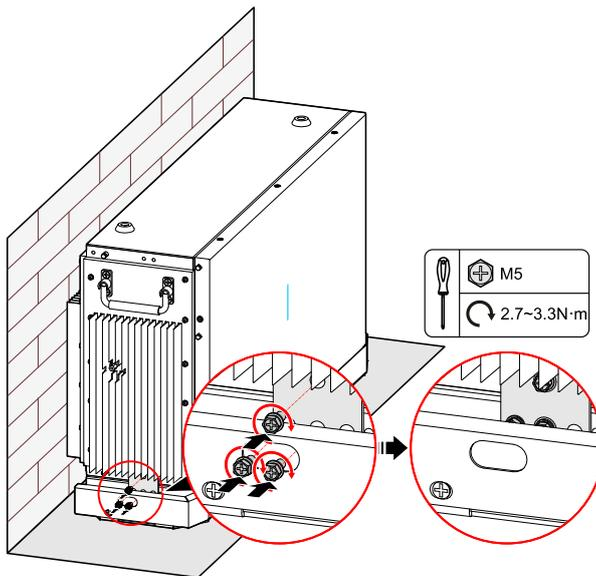

Figura 3-18 Fissare il pacco batterie inferiore con la base
1. Fissare il pacco batterie inferiore con il modulo di base, utilizzando la staffa di installazione a parete (b), come illustrato in Figura 3-18.